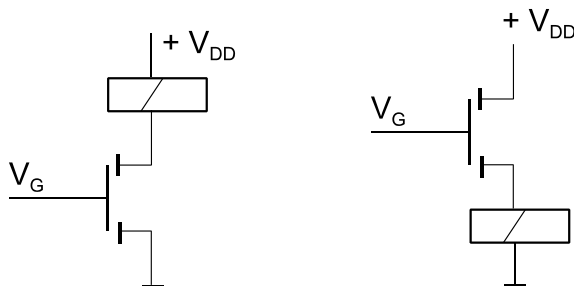

Abb. 1
6. Abb. 1 zeigt zwei Schaltstufen, die ein Relais ansteuern. Zeichnen Sie jeweils ein, welche Polarität die Abschaltspannungsspitze hat und wie eine Freilaufdiode angeschlossen werden muß.